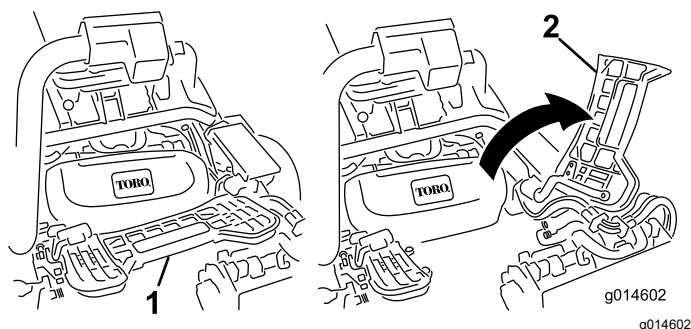

Figura 53
1. Levante el reposapiés y gírelo hacia arriba, para tener acceso a la posición de la unidad de corte central (Figura 53).